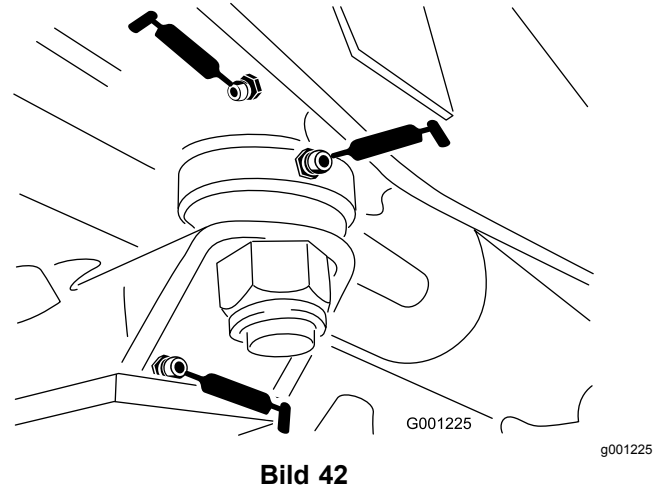

Bild 42
- Lenkplattenbüchsen (Bild 42)
- Achszapfenbüchse (Bild 42)